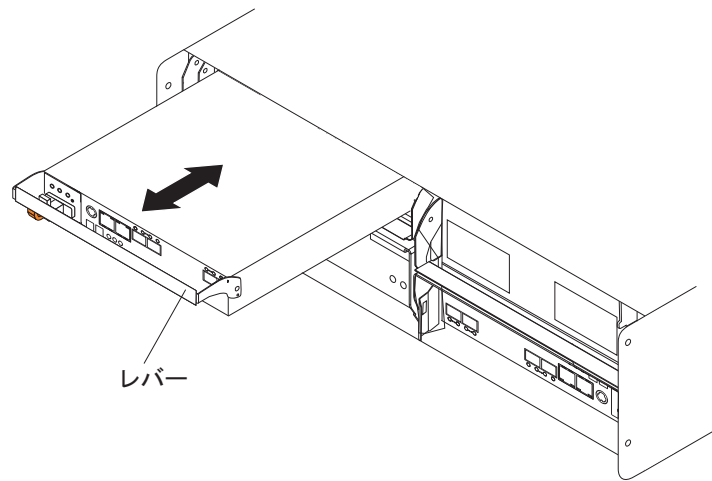

図 15. コントローラーの取り外しと交換
2. 図 15 に示すように、シャーシからレバーをゆっくりと手前に引いて、コントローラーをベイから取り外します。